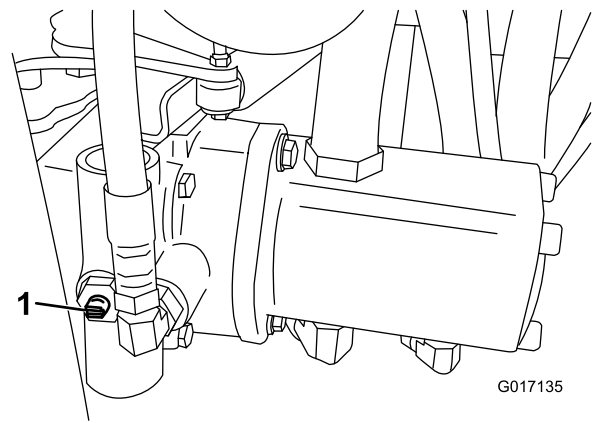

Figura 27
2. Antes de ligar o motor, feche a válvula de derivação rodando-a de forma a que a ranhura fique na horizontal (**Figura 27**). Não ligue o motor quando a válvula se encontrar aberta.
1. Localize a válvula de derivação na bomba e rode-a de forma a que a ranhura fique na vertical (**Figura 27**).